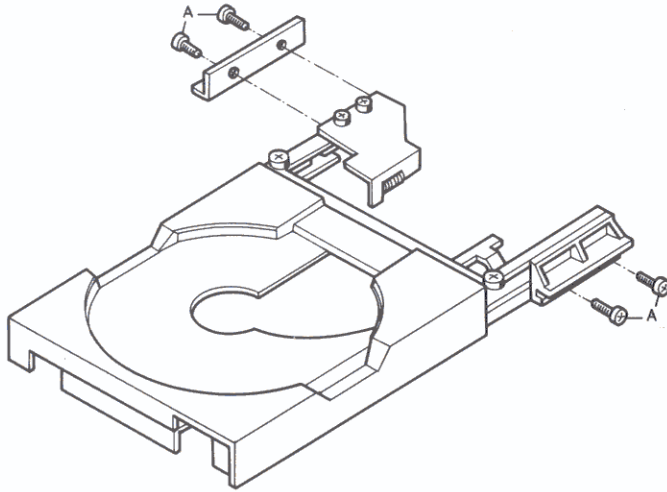

Fig. 2a
- Maak de 4 schroeven (A) een beetje los, zie fig. 2a.